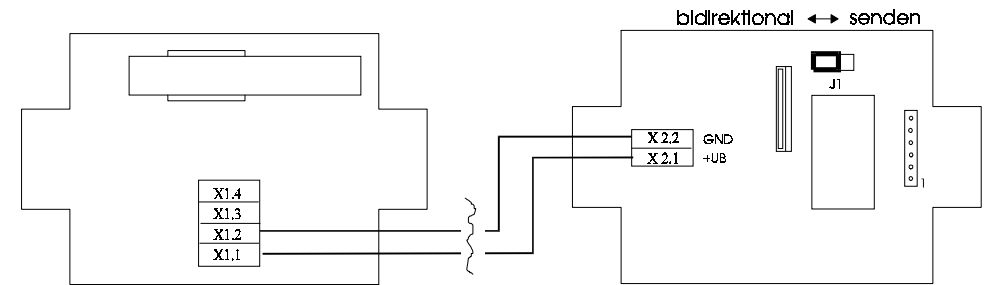

Abb.3: Elektrische Verbindung zwischen Intelligenter Aktivantenne und Industrie-Funkuhr (2-polig)
- Anschluß X2.2 der 2-poligen Schraubklemme der Industrie-Funkuhr mit X1.2 der Intell. Aktivantenne verbinden; Anschluß X2.1 der 2-poligen Schraubklemme der Industrie-Funkuhr mit X1.1 der Intell. Aktivantenne verbinden (siehe dazu Abb. 3: Elektrische Verbindung zwischen Intelligenter Aktivantenne und Industrie-Funkuhr)